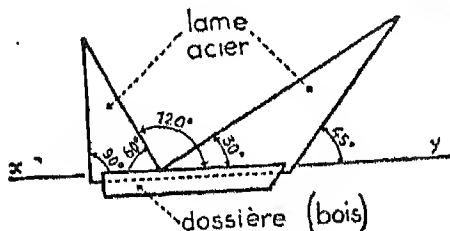

Fig. 14. — Equerre d'onglet. Outre l'angle de 45°, celle-ci permet de tracer les droites qui font avec la direction $x y$, les angles de 90°, 120° et 135°.
d) *Equerre à 45° ou équerre d'onglet* (fig. 14). Elle est employée pour le tracé des coupes à 45°, dites